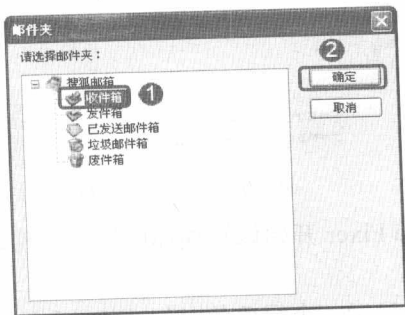

图 10-53 选择“收件箱”
步骤① 在 Foxmail 窗口左侧文件列表框中选择“废件箱”，在右侧窗格就会显示出误删除的重要邮件，选择误删除的邮件，单击鼠标右键，在弹出的快捷菜单中选择“转移到”命令，在弹出的“邮件夹”对话框中选择“收件箱”选项，单击“确定”按钮即可，如图 10-53 所示。